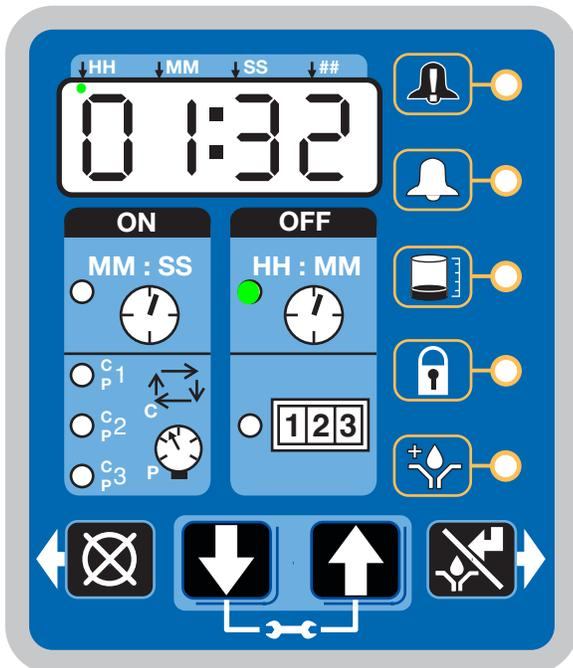

FIG. 21
Una vez completada la configuración, la bomba G3 comienza automáticamente a ejecutar la secuencia de tiempo OFF (FIG. 21).
- El ejemplo mostrado en la FIG. 21 indica un tiempo OFF de 1 hora y 32 minutos antes del inicio del ciclo de lubricación.
Cuando el recuento de tiempo ON llega a cero, la bomba vuelve a desconectarse y el sistema ejecuta nuevamente el ciclo de tiempo OFF y el LED de tiempo OFF vuelve a encenderse (FIG. 21).